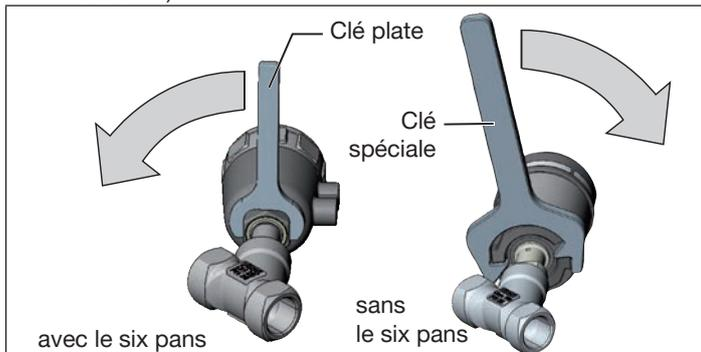

Fig. 15 : Tourner avec une clé spéciale / clé plate
► Tournez le module actionneur **uniquement** dans le sens prescrit (voir « Fig. 15 »).